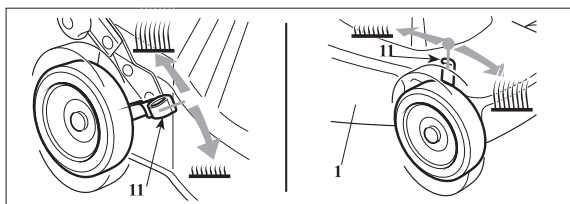

Рис. 2.
- установите желаемую высоту газона, перемещая и фиксируя рычаги регулировки высоты кошения 11 в отверстиях на корпусе 1 согласно рис.2. Все четыре колеса должны быть отрегулированы на одну и ту же высоту.